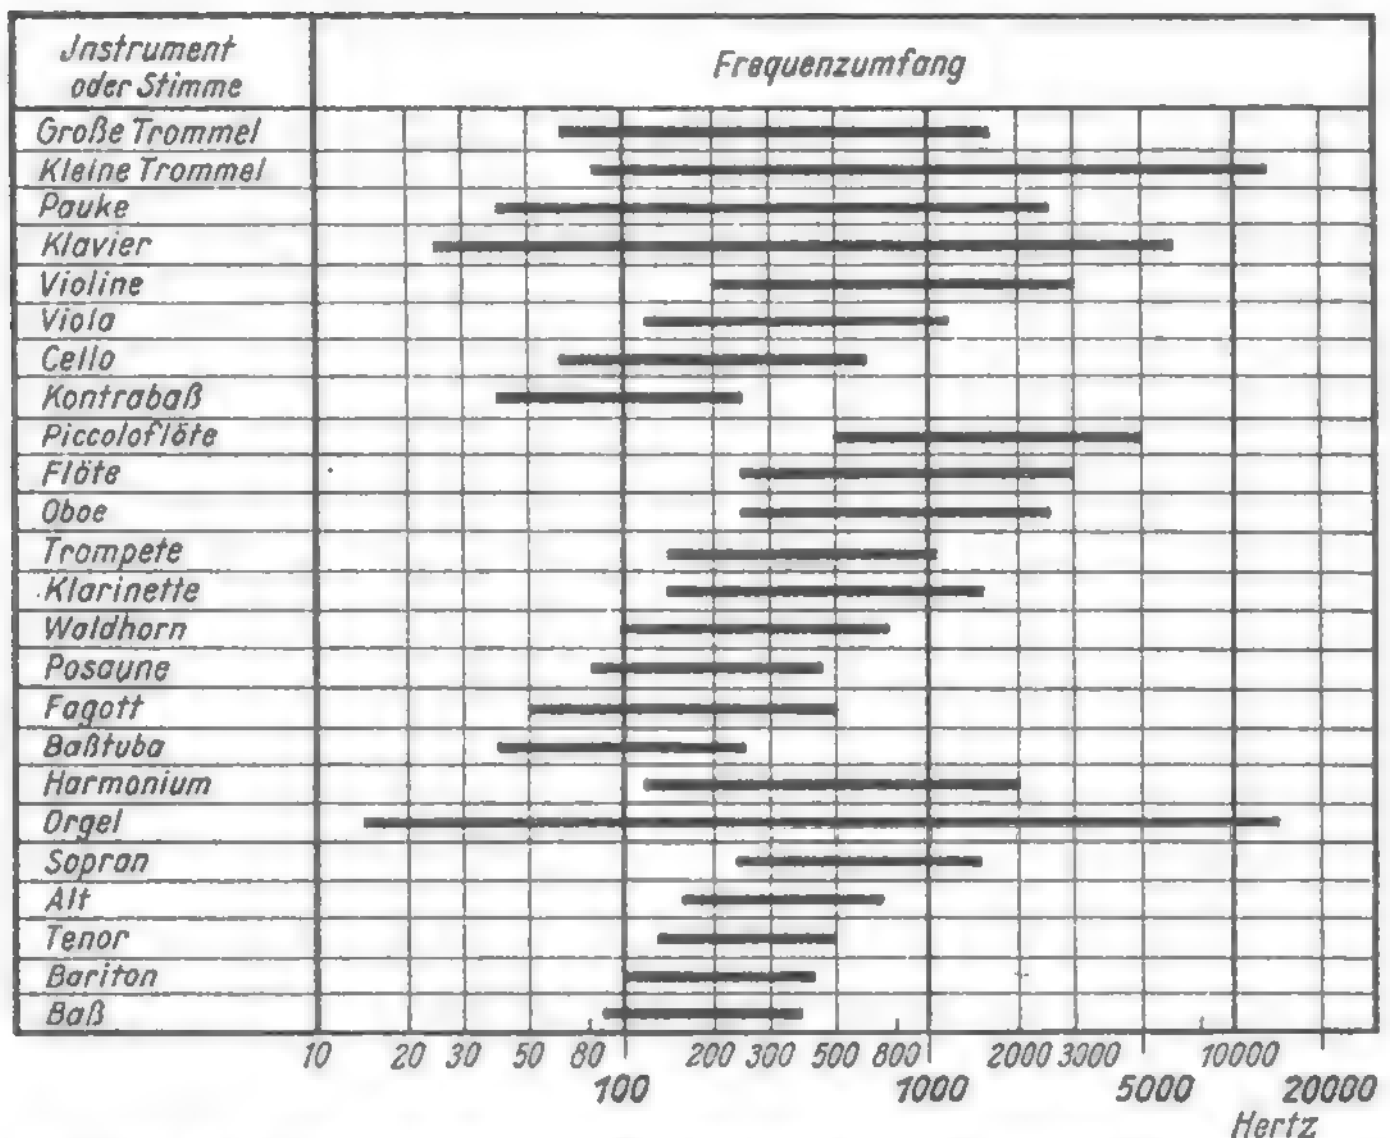

Bild 74. Grundton-Umfang einiger Musikinstrumente und der menschlichen Stimme
**Musikinstrumente** (Frequenzumfang und Schalleistung). Der tiefste von Musikinstrumenten erzeugte Grundton ist das Orgel-Subcontra C (16,35 Hz); der tiefste Klavierton ist das Subcontra A, der höchste das fünfgestrichene c (4186 Hz). Der Klangumfang ist, bedingt durch die die Klangfarbe gebenden Obertöne, natürlich weit höher. Bild 74 läßt den Grundton-Umfang einiger Musikinstrumente erkennen.